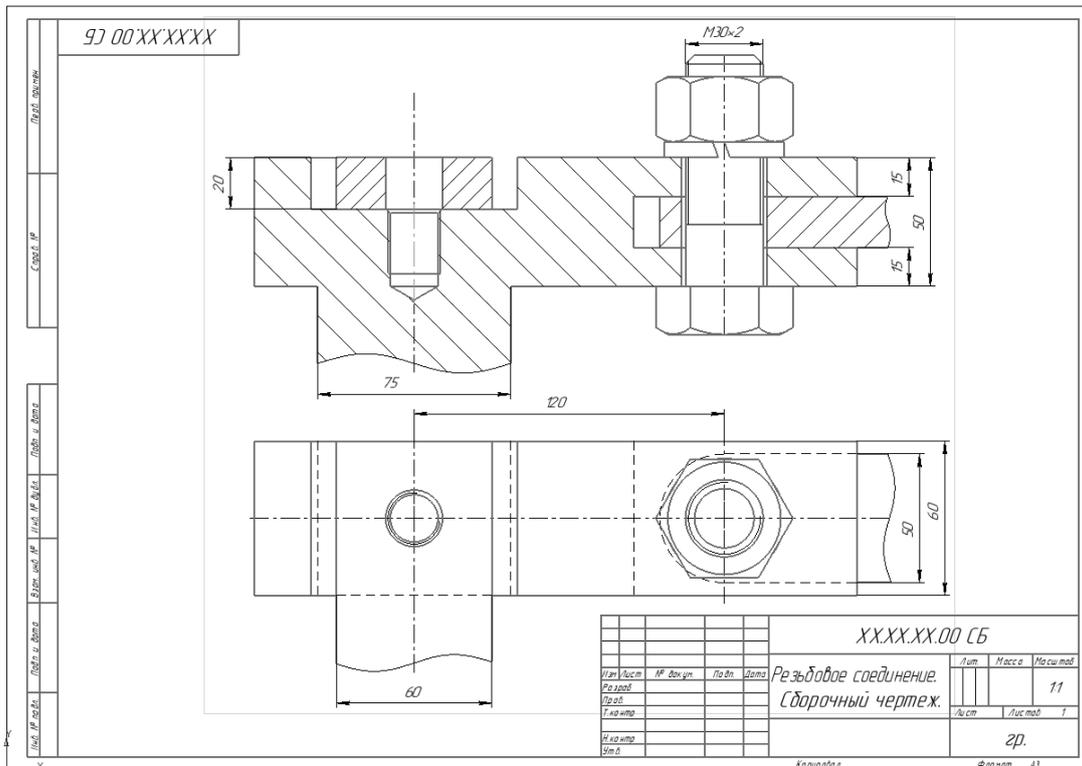

Рисунок 5.13 – Чертеж болтового соединения
8) отредактируйте чертеж болтового соединения (рисунок 5.13);